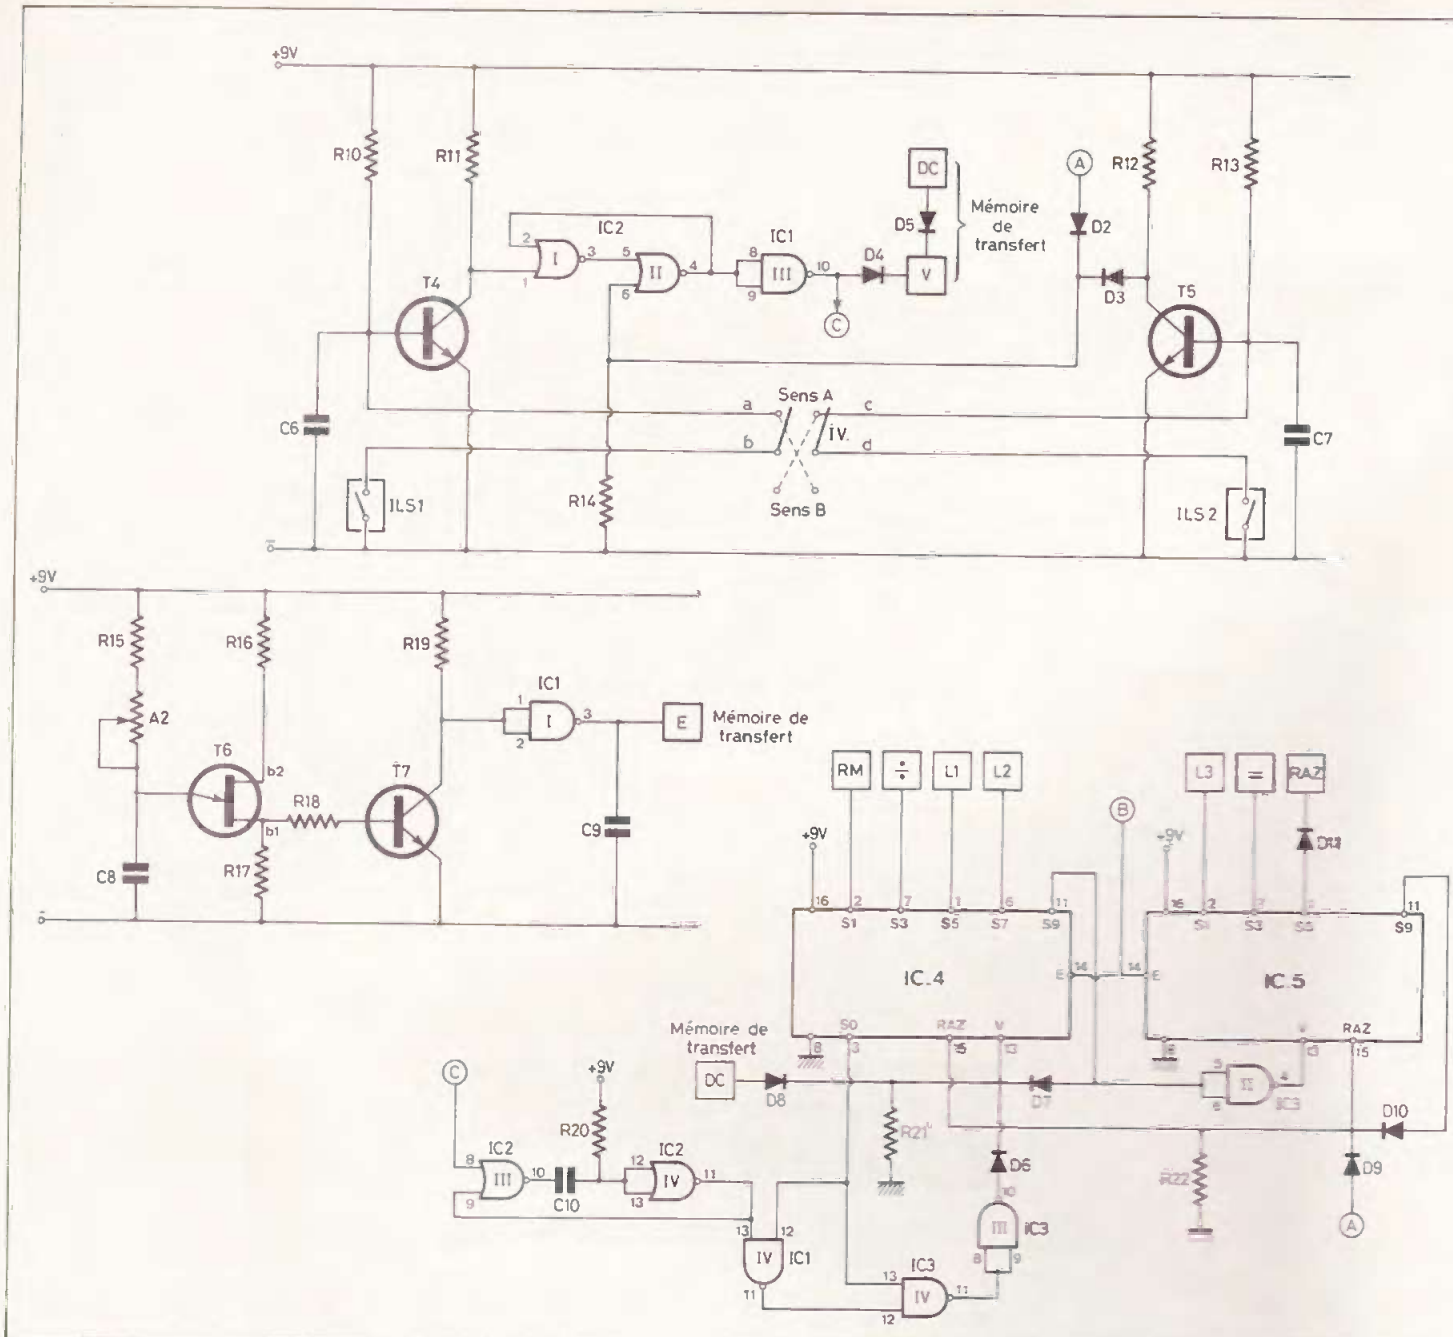

Fig. 7. à 9. – Commande de l'intervalle de chronométrage. Base de temps de chronométrage. Le séquenceur constitue la pièce maîtresse de tout le montage.
d) Commande de l'intervalle de chronométrage (fig. 7)